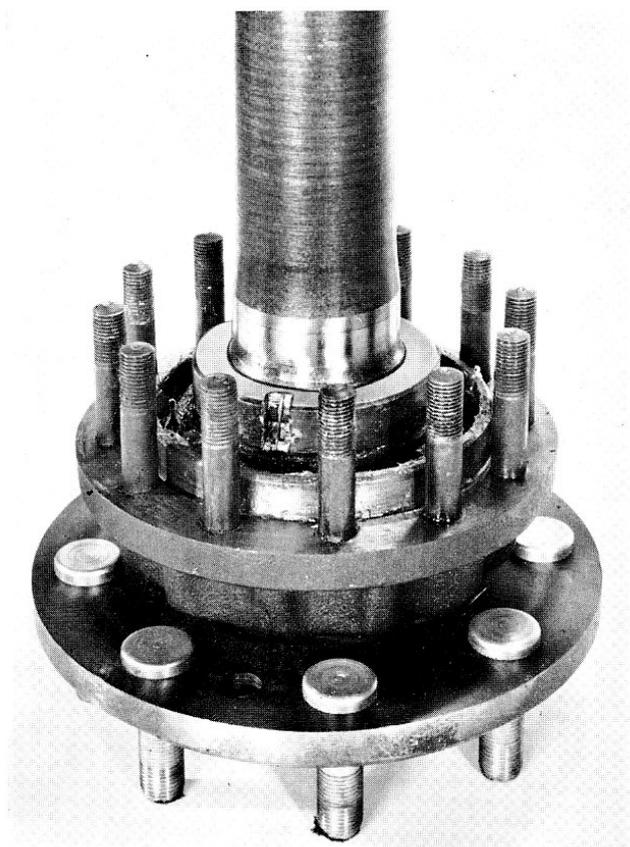

Fig. 4
- 1° Pratiquer au bédane dans la frette, puis pratiquer au burin une amorce de rupture dans la saignée (fig. 4) jusqu'à liberté de mouvement de la frette sur son arbre.